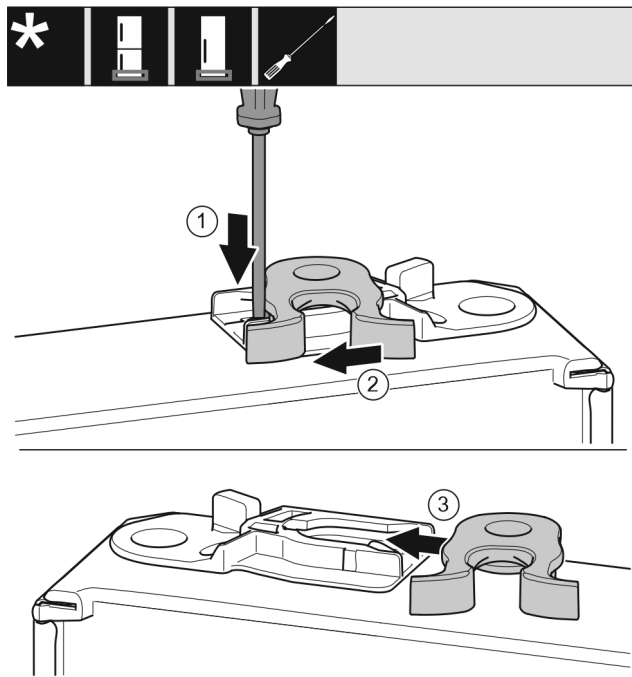

Fig. 19
- Πιέστε το αυτάκι Fig. 19 (1) με ίσιο κατσαβίδι προς τα κάτω.
- Τραβήξτε το άγκιστρο κλεισίματος Fig. 19 (2) από τον οδηγό.
- Ωθήστε το άγκιστρο κλεισίματος Fig. 19 (3) στην άλλη πλευρά στον οδηγό.